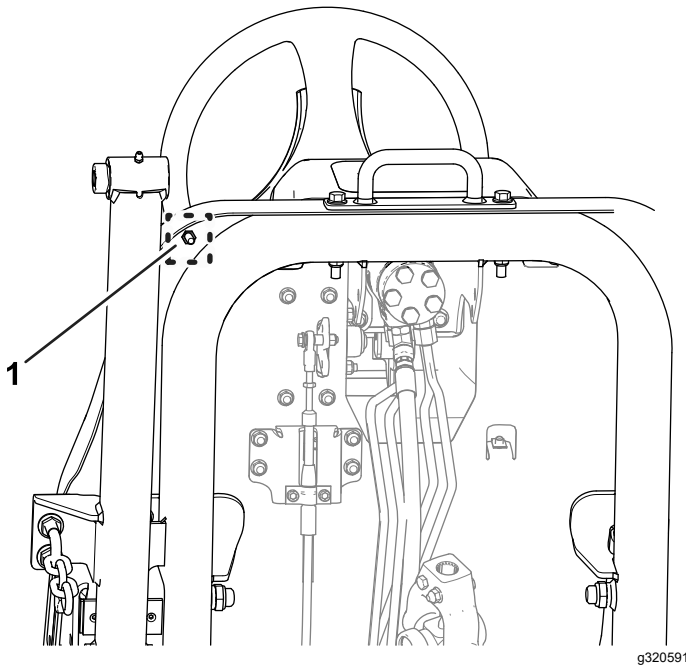

Figure 83
- B. Desserrez l'écrou de blocage au bas du repose-pied (Figure 83).
- F. Tout en maintenant la butée de la pédale de déplacement, serrez l'écrou de blocage au bas du repose-pied (Figure 82 et Figure 83) à un couple de 37 à 45 N·m.